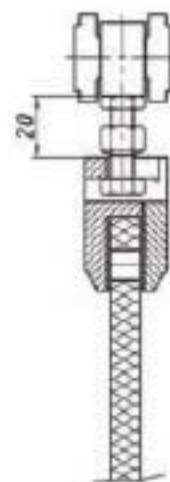

Fig. 4
- Montieren Sie die Laufwagen und die dazugehörigen Klemmschuhe, in einem Abstand von 20mm von der Basis des Laufwagens wie gezeigt in Abb.4